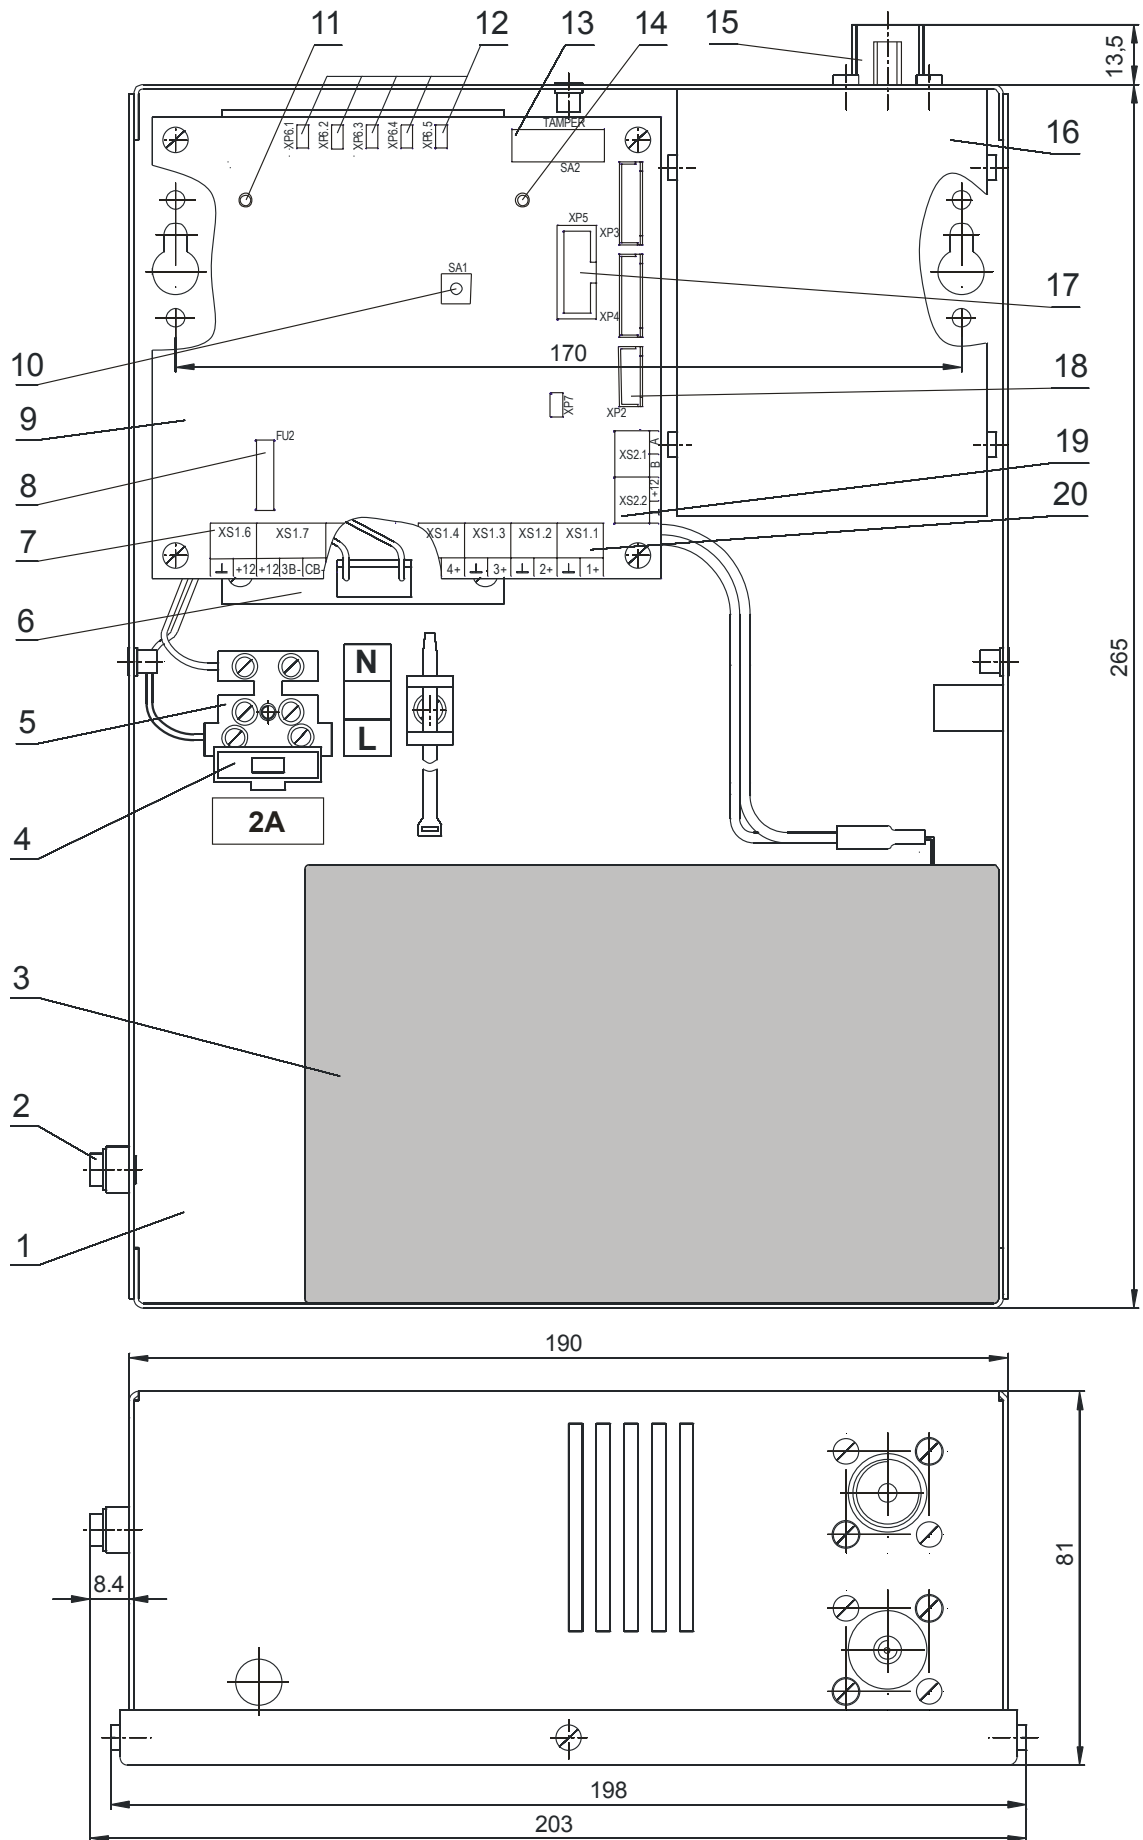

Рисунок 3 - Размещение узлов в кожухе прибора «Радиус-4-И»
1.4.1.2 В кожухе смонтированы (рисунок 3): печатный узел управления, импульсный источник питания 220/14В,